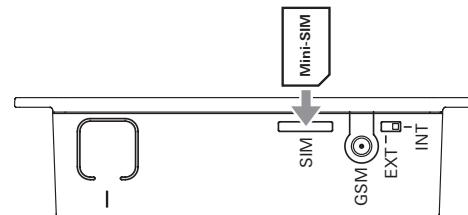

Figure 3 – carte mini-SIM
- Insérer la carte mini-SIM comme représenté dans l'illustration (figure 3) dans l'emplacement « SIM » jusqu'à ce qu'elle s'enclenche.